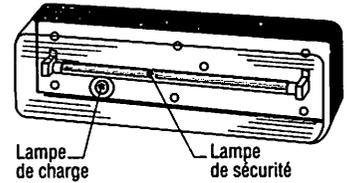

Fig. 14 : Bloc à fluorescence non permanent (NP).
– **Bloc à fluorescence de type non permanent** (fig. 14), il comporte une lampe témoin de charge de la batterie à l'état de veille, un tube fluorescent allumé à l'état de fonctionnement par sa batterie, il est marqué « NP » (non permanent).